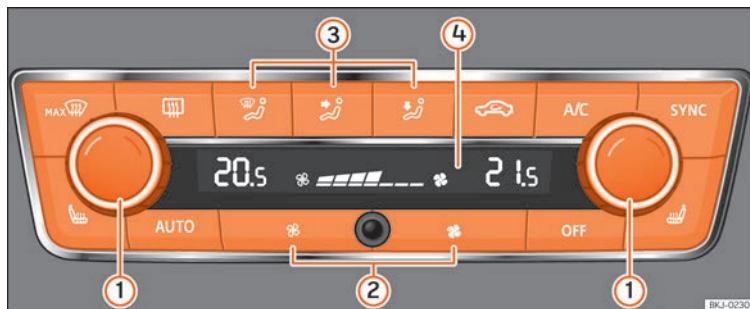

Fig. 172 Climatronic: elementos de manejo.
- Ajuste la potencia del ventilador a cero »» fig. 172 ② o presione la tecla **OFF**.
- Pulse la tecla **AUTO** »» fig. 172.
- Al conectar el encendido puede utilizar el mando **1** >>> **fig. 172** para ajustar la temperatura interior deseada.
- Pulse la tecla **MAX**  >>> **fig. 172**.